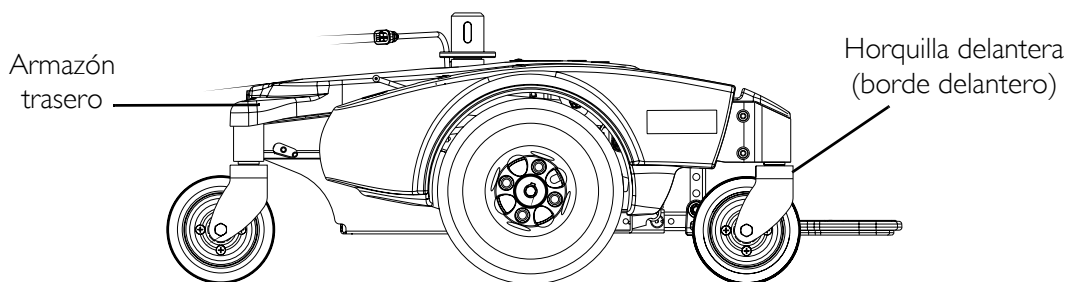

ILUSTRACIÓN 3.4 Levantamiento/Escaleras
NOTA: Para ver este procedimiento, consulte la ILUSTRACIÓN 3.4.
5. Asegúrese de que las ruedas pivotantes estén orientadas como se indica en la ILUSTRACIÓN 3.4.
6. Tomando las horquillas delanteras y traseras como asideros, transporte la base de la silla de ruedas al lugar indicado. Consulte la ILUSTRACIÓN 3.4.